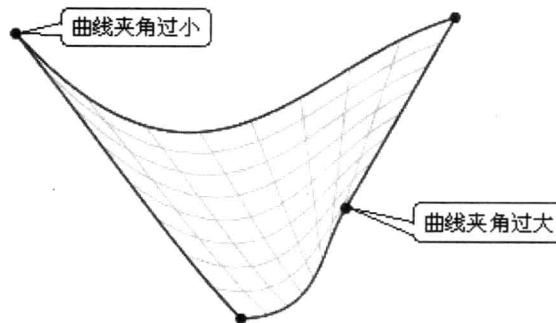

图 1-12 曲面发生扭曲
- (3) 以四边做面时，应避免曲线夹角过大、过小或者相切。
- 曲线夹角过大或者过小，很容易导致曲面发生扭曲，如图 1-12 所示。